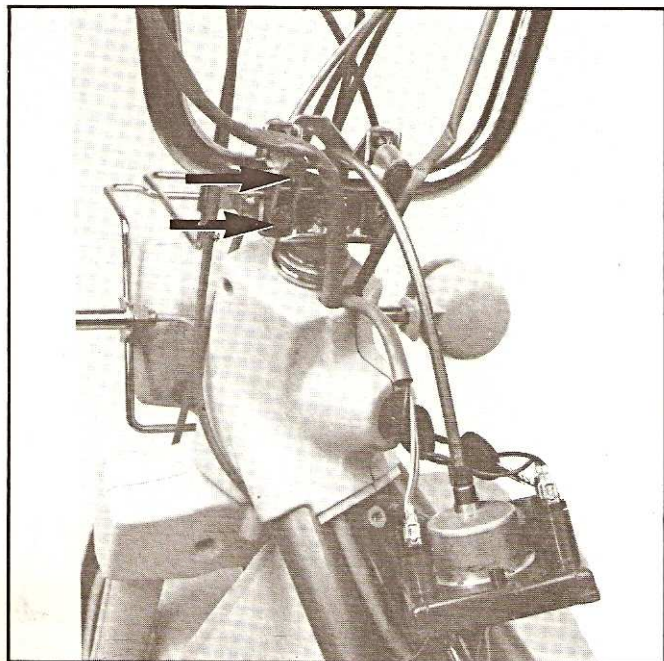
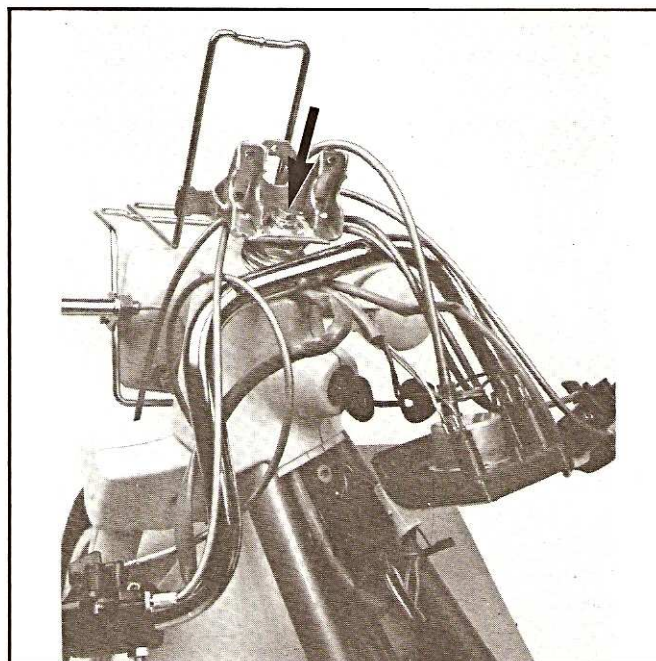

Fig. 6
Fig. 7
- Rabattre le compteur vers l'arrière (fig. 6).
- Dévisser la vis expandeur (fig. 7), puis frapper sur la tête pour désolidariser la potence du tube pivot de fourche.
- Dévisser les 4 vis (fig. 6) de fixation du guidon, retirer les deux demi-colliers et basculer le guidon vers l'arrière (fig. 7).